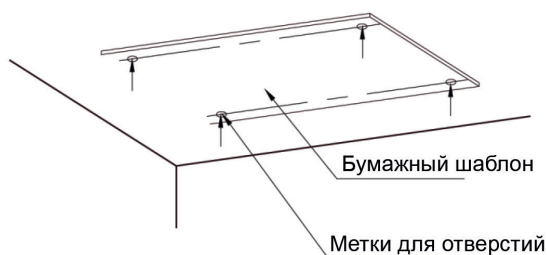
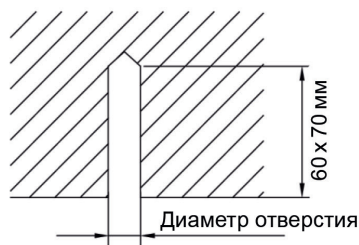

Рис. 2.
Рис. 3.
1) Приложите бумажный шаблон к потолку в месте установки и высверлите 4 отверстия в местах, отмеченных на шаблоне, как показано на рис. 2. Диаметр отверстий зависит от диаметра анкерных болтов, а глубина – 60-70мм, как показано на рис. 3.